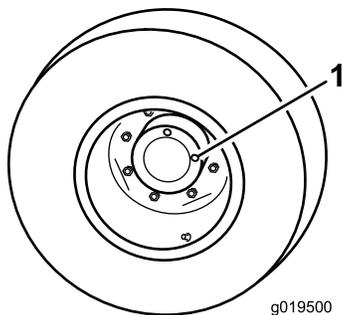

Рисунок 12
1. Поставьте машину на ровную горизонтальную поверхность и расположите колесо так, чтобы 1 контрольная пробка (Рисунок 12) находилась в положении «12 часов», а другая – в положении «3 часа».
2. Снимите пробку в положении «3 часа» (Рисунок 12). Уровень масла должен располагаться у низа отверстия контрольной пробки.